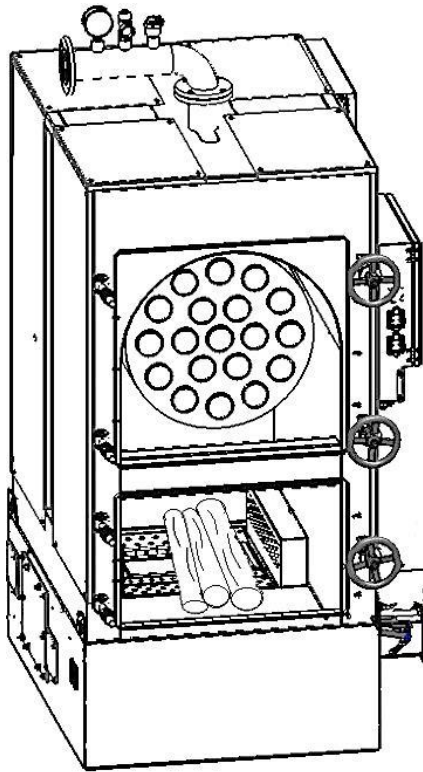

Рис. 29
3.2.4 Закрыть чашу горения крышкой. Положить дрова в топку. (см рис. 29).